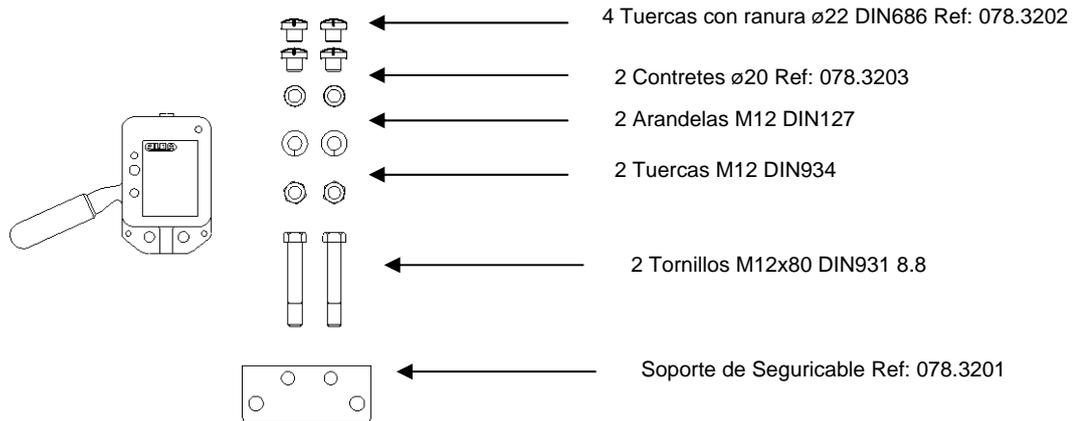

Fig. 2-41 Seguricable y kit de acoplamiento A8AC
- Kit de acoplamiento A8AC Ref: 078.11 (Ver Fig. 2-41).